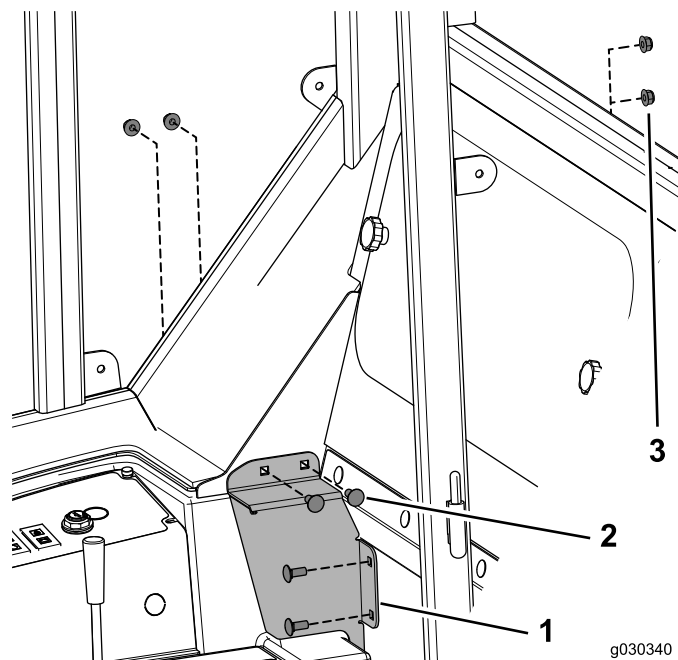

図 29
2. 右カバーブラケットを仮止めするキャリッジボルト 5/16 x 3/4 インチ 4本、ロックナット4個を使用する 図 29。